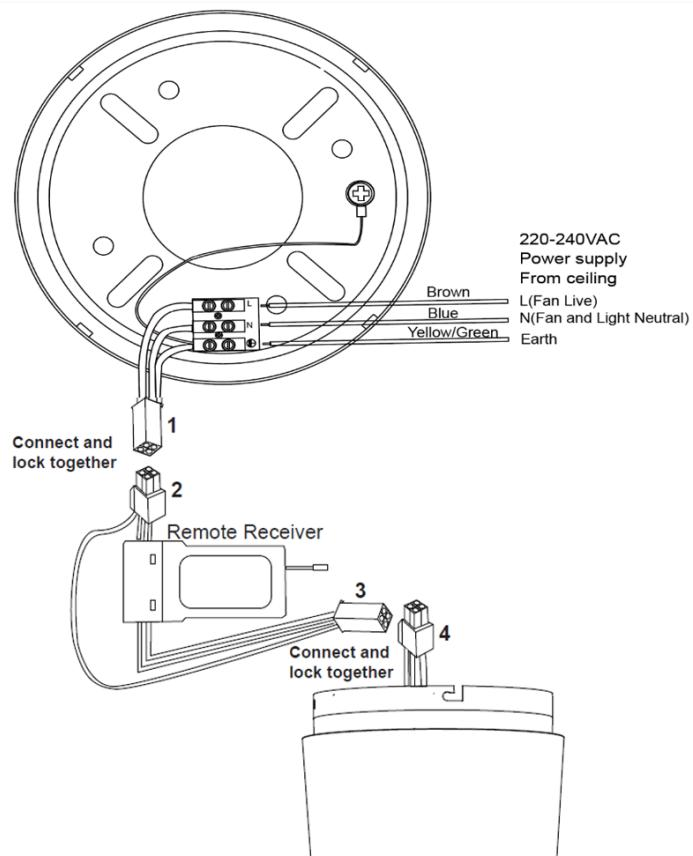

Fig. 5
MODELLI CON CONTROLLORE REMOTO SCHEMA DI CABLAGGIO (Fig. 5):
- Eseguire il collegamento dei fili L, N e Terra alla morsettiera della staffa di montaggio, come illustrato nel diagramma della Fig. 5.
- Collegare i connettori rapidi della staffa di montaggio (1) e del ricevitore remoto (2) e assicurarsi che si aggancino.
- Collegare i connettori rapidi del ricevitore remoto (3) e del ventilatore (4) e assicurarsi che si aggancino.